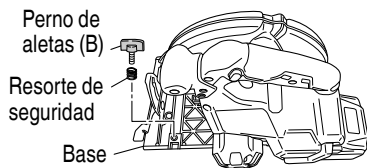

Fig. 21
3. Regulación de la guía (Guía de corte) (Fig. 21, 22)